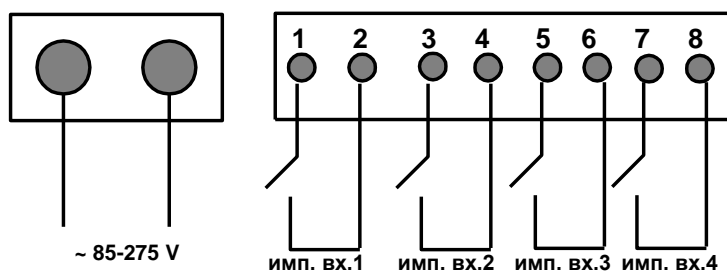
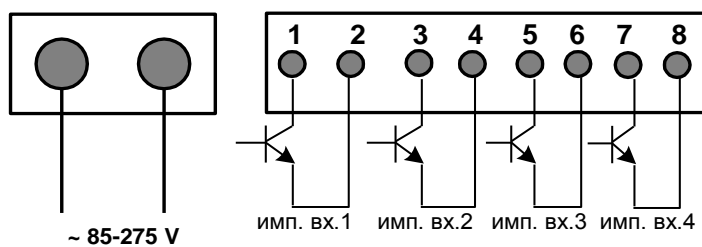

Рис. 6.1 Схема подключения импульсных датчиков типа «сухой контакт» на примере модуля АИУ516.5-CWN/LI
Рис. 6.2 Схема подключения импульсных датчиков типа «открытый коллектор» на примере модуля АИУ516.5-CWN/LI
- 4 датчика типа «сухой контакт» или «открытый коллектор» (рис. 6.1, рис.6.2);